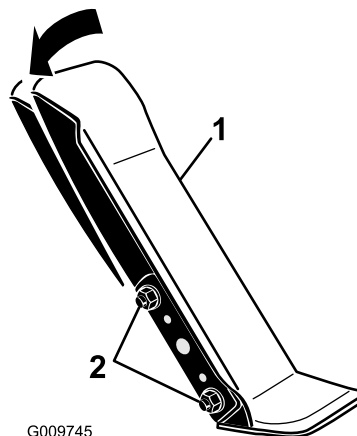

Figura 90
1. Afloje las dos tuercas y pernos que fijan el lado izquierdo del pedal de tracción al soporte (Figura 90).
2. Ajuste el ángulo del pedal y apriete las tuercas (Figura 90).